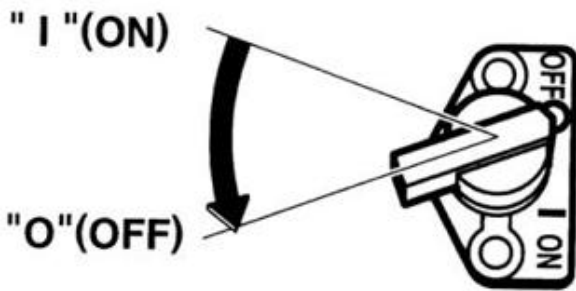

Fig. 2.1
- ⚠ Stoppa motorn genom att vrida motorströmbrytaren till läge "O" (Off) (Fig. 2.1).